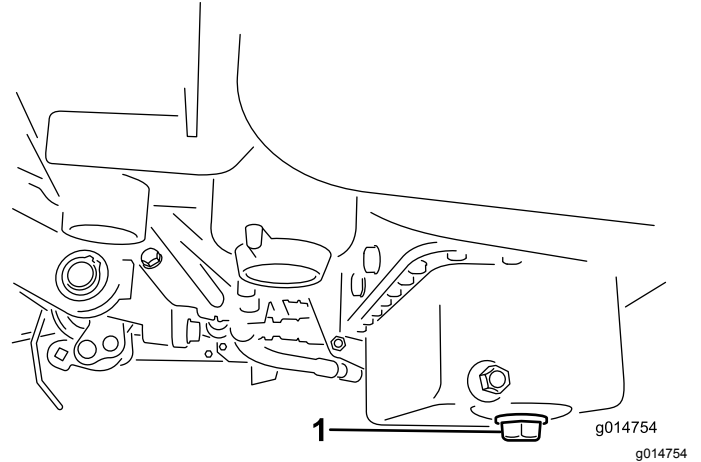

图42
1. 拆下排油塞、让油流入放油盘。油不再流时、安装排油塞 图42。